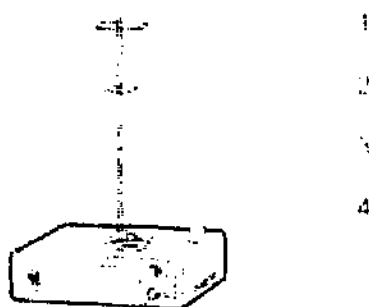

Рис. 6.
5.7 Соберите дозатор, как показано на рис. 6. Свинтите две части штанги 2 между собой и вставьте ее до упора в гнездо 3, расположенное сверху на излучателе 4.